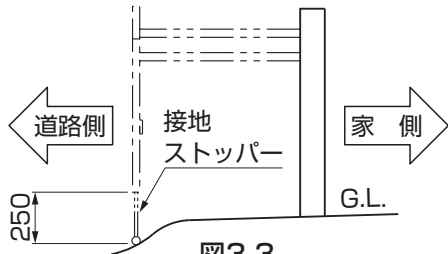

図3-3
- 水切勾配がある所に施工するときは、支柱埋込位置と扉取付位置との均配差をできるだけ少なくしてください。接地ストッパーは最大250mmまで調整できます。(図3-3参照)